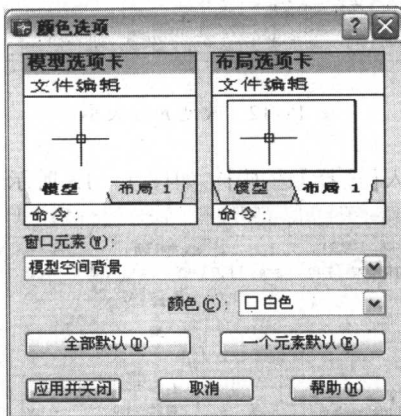

图 1-10 【颜色选项】对话框
2. 在“窗口元素”区域中单击 **颜色(C)...** 按钮,打开【颜色选项】对话框,如图 1-10 所示。该对话框“窗口元素”下拉列表中包含可设定颜色的所有元素,选择其中之一,例如选择“模型空间背景”或“图纸空间背景”。然后在“颜色”下拉列表中指定所需颜色,例如白色,则 AutoCAD 在对话框中显示新设置的效果图片。